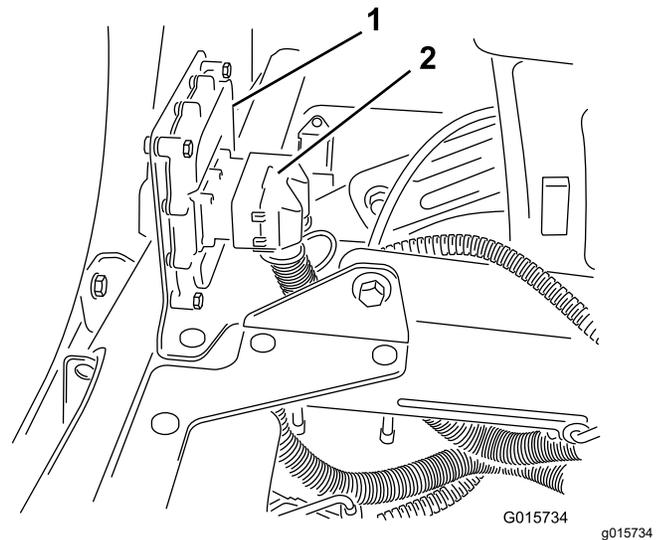

Figure 32
2. Branchez le connecteur à 50 douilles du faisceau des rampes soniques sur le connecteur à 50 broches du contrôleur électronique, et fixez les connecteurs avec la vis à tête à creuse (Figure 32).